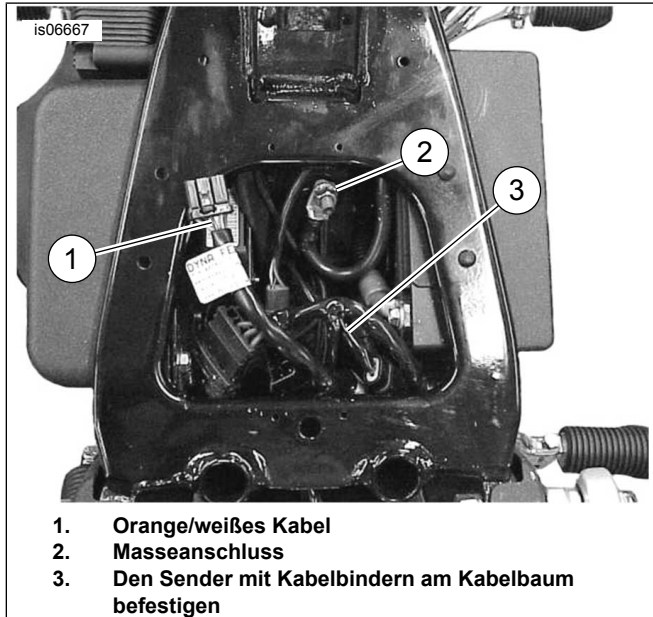

Abbildung 3. Montage des Senders (Dyna)
2. Siehe Abbildung 3 >. Den Sender mit Kabelbindern an den Dyna Kabelbaum (3) unter dem Sitz und in der Nähe des Batteriefachs befestigen. Die Senderkabel nach vorne, entlang der rechten Rahmenseite verlegen.